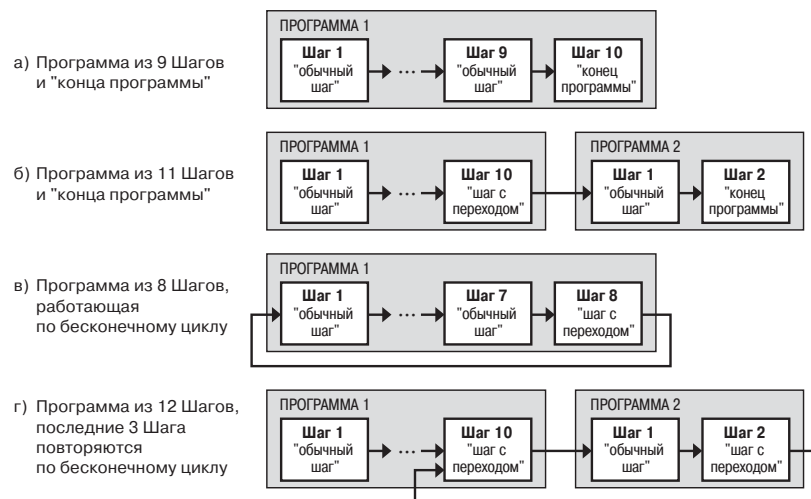

Рис. 3. Примеры Программ, которые можно реализовать с помощью различных типов Шагов
- Программу, состоящую более чем из 10 Шагов (рис. 3, б, г);
- Программу, работающую по бесконечному циклу (рис. 3, в, г).
Нециклическая Программа в TPM151-01 (рис. 3, а, б) состоит из последовательности «обычных шагов» и «шагов с переходом», которая заканчивается Шагом типа «конец программы».